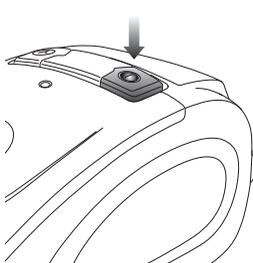

Fig. 4
**4** Appuyez sur la touche d'alimentation marche/arrêt une fois pour allumer l'aspirateur. (Fig. 4)